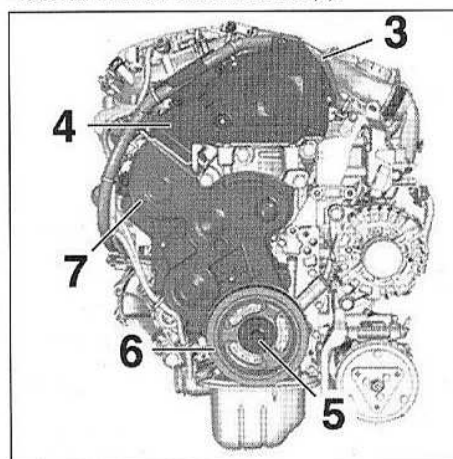

FIG.3
- Dégraffer et écarter le faisceau électrique (3) (Fig.3).
- Déposer la vis (5) de poulie de vilebrequin (Fig.3).
- le carter inférieur de distribution (7),
- la poulie de vilebrequin (6),
- une vis (5) de poulie de vilebrequin neuve,
- le carter supérieur de distribution (4).